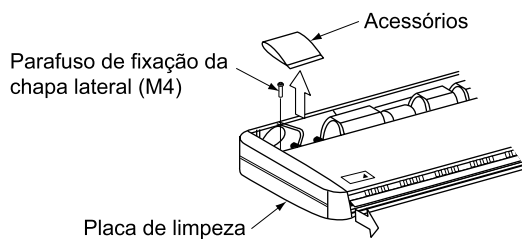

Fig. 5
- Retire o parafuso de fixação do painel lateral 1) e puxe para a frente (direcção da seta) para o retirar. **(Consulte a Fig. 5)**